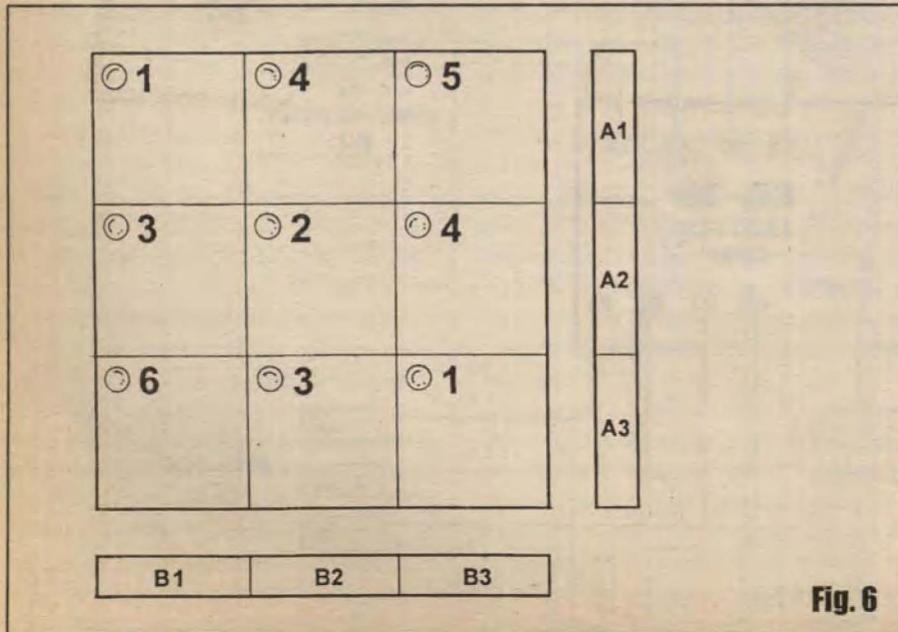

Fig. 6
- FIG. 6 - O USO LABORATORIAL E A MONITORAÇÃO MÚLTIPLA...
- FIG. 6 - DETALHAMENTO DO PAINEL BÁSICO DO DISPLAY...